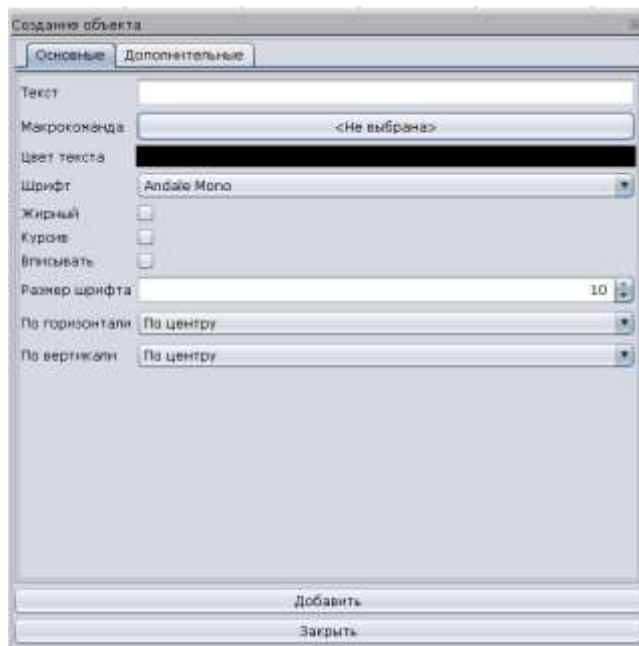

Рис. 149
2) в открывшемся окне (Рис. 149) перечислены возможные атрибуты для создаваемой кнопки. Основное поле – «Макрокоманда»;